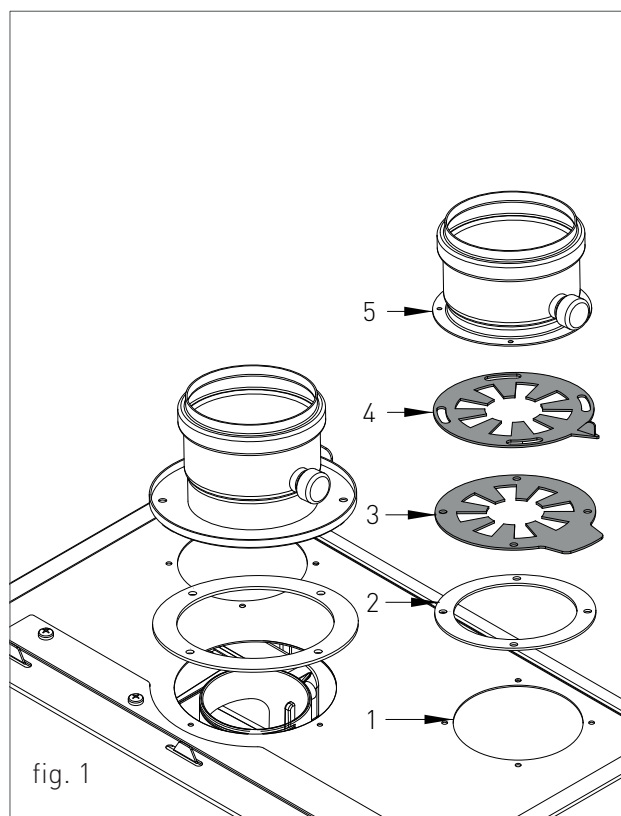

fig. 1
Per questo modello di caldaia, in aggiunta al Kit di scarico fumi per il sistema sdoppiato, è necessario montare il Kit diaframmi regolabili (codice 64053LA, vedi fig.1) che permette di bilanciare la giusta quantità di aria in entrata della camera di combustione in base alla lunghezza dello scarico dei fumi.
Per il montaggio dei diaframmi regolabili sul sistema sdoppiato procedere nel seguente modo (vedi fig.1):
- › pulire la superficie della testata in corrispondenza del foro di aspirazione aria (1-fig.1);
- › attaccare la guarnizione adesiva in neoprene (2-fig.1) sul foro di aspirazione aria, centrando i fori fustellati della guarnizione con quelli del foro di aspirazione;
- › inserire prima il diaframma inferiore con la scala graduata (3-fig.1), poi il diaframma superiore con l'indice di riferimento (4-fig.1);
- › inserire il raccordo flangiato (5-fig.1) o altro componente previsto in base al sistema sdoppiato adottato;